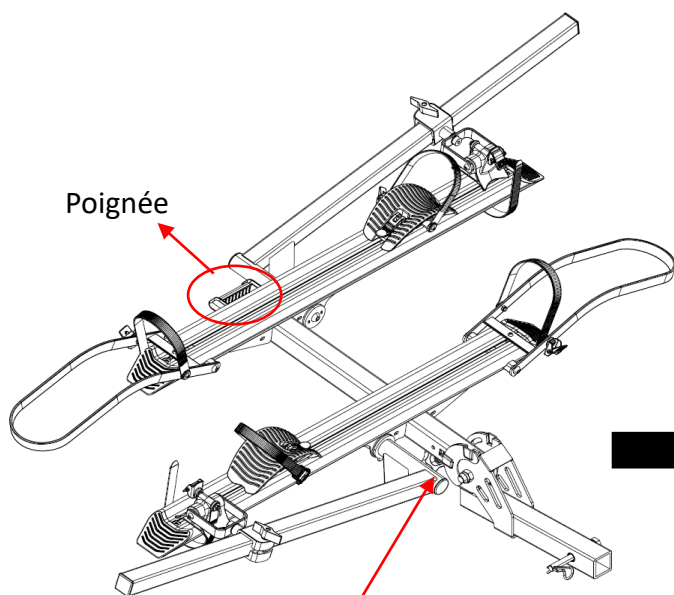

FIG 3
ÉTAPE 2: Dévissez d'abord le volant M10 avec vis, puis tirez la poignée à la position illustrée à la figure 3 pour plier le cadre du vélo, comme illustré à la figure 4.